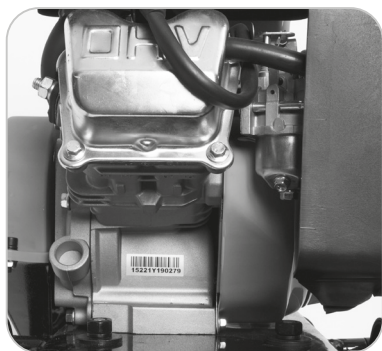

Fig. 14
- Retire el tapón de drenaje del aceite para que se pueda drenar completamente el aceite del motor. (Fig. 14)